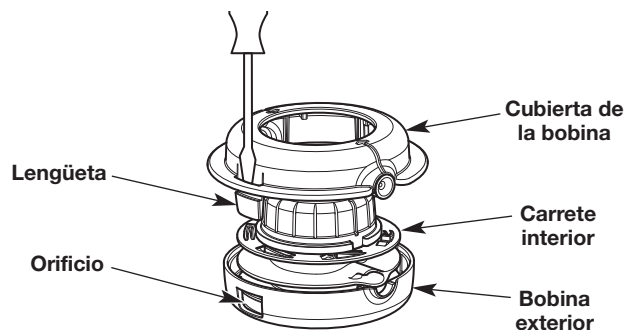

Fig. 23
- c. Suavemente incline el destornillador para destrabar la lengüeta del orificio (Fig. 23).
- e. Retire la cubierta de la bobina (Fig. 23). **NO** intente extraer ninguna otra pieza del cabezal de corte.
- g. Utilice una tela limpia para limpiar el carrete interior, la bobina exterior y la cubierta de la bobina (Fig. 23).
- h. Se deben alinear las lengüetas de la cubierta de la bobina con los orificios de la bobina exterior (Fig. 23). Oprima la cubierta de la bobina sobre la bobina exterior hasta que las lengüetas entren a presión firmemente en los orificios.